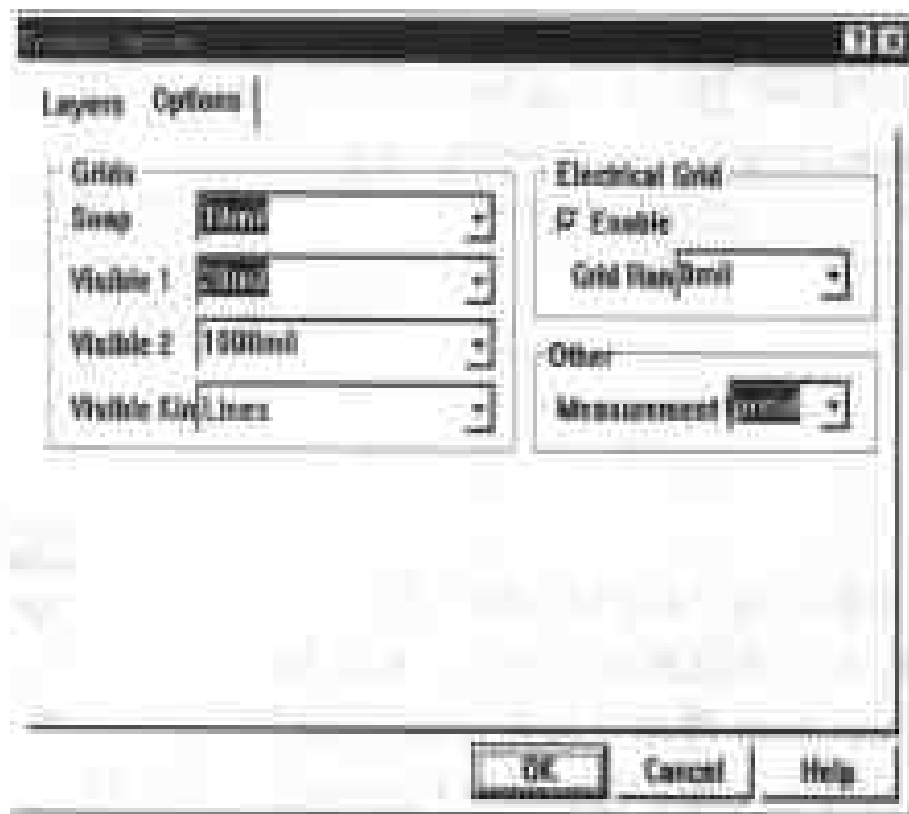
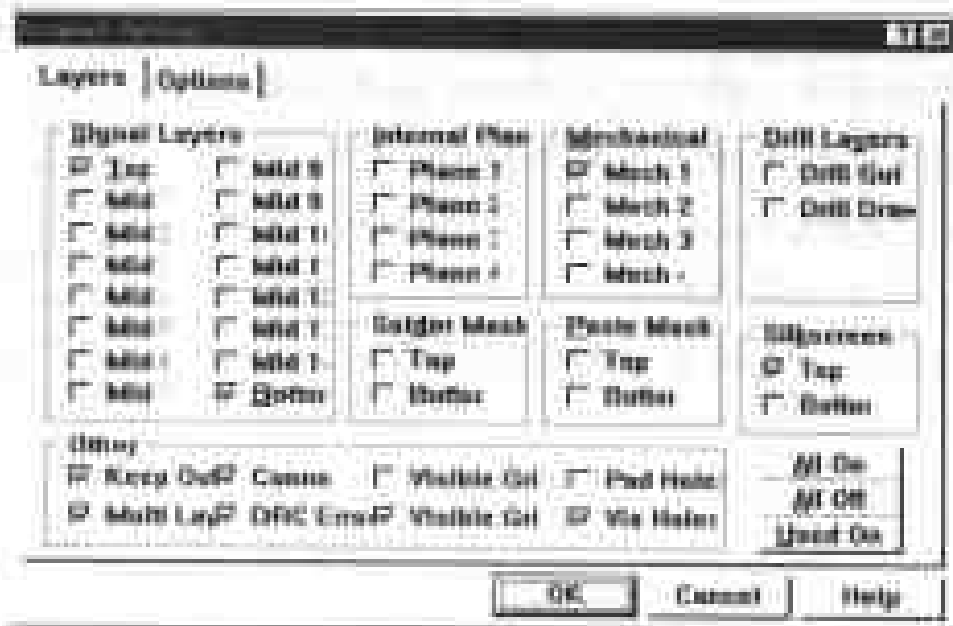

图 7-15 电气栅格参数设置
图 7-16 板层参数设置
(1) 首先进行栅格设置。在零件封装编辑框中，单击鼠标右键，在弹出菜单中选择“Options”下的“Board Options...”，系统弹出如图 7-15 所示的对话框。也可以选择主菜单项的 Tools\Library...命令或单击快捷键 T、B。
(2) 进行板层设置。直接在图 7-15 中单击“Layers”标签页，弹出板层参数设置对话框，如图 7-16 所示。也可以在零件封装编辑框中单击鼠标右键，在弹出菜单中选择“Options”下的“Layers...”。